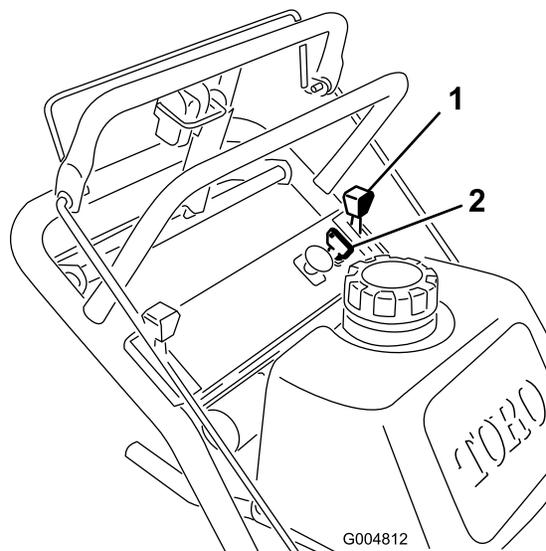

Figure 7
1. Réglez la manette d'accélérateur en position **bas régime** (Figure 7).
3. Tournez la clé de contact à la position **contact coupé** (Figure 7).